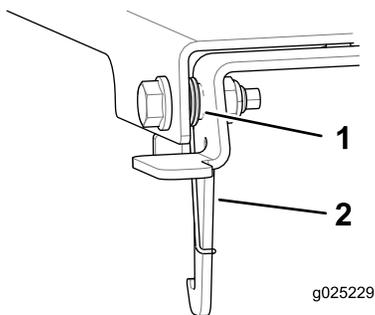

Figura 4
3. Spostate l'estremità lunga della molla attorno alla parte posteriore del chiavistello (Figura 4).